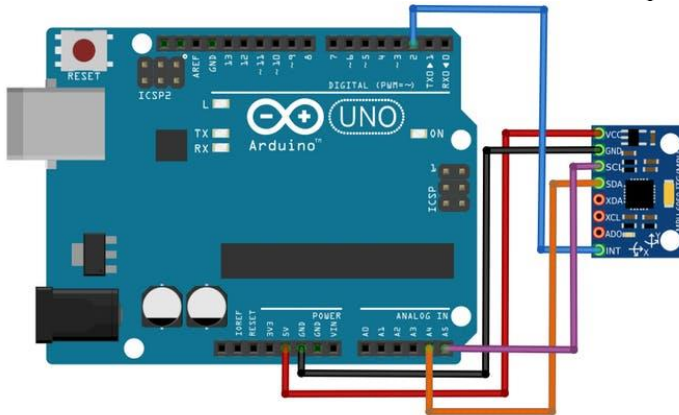

Рис. 3.4. Підключення модуля акселерометра до Arduino Uno
7. Підключити MPU-6050 до Arduino Uno згідно рис. 3.4.